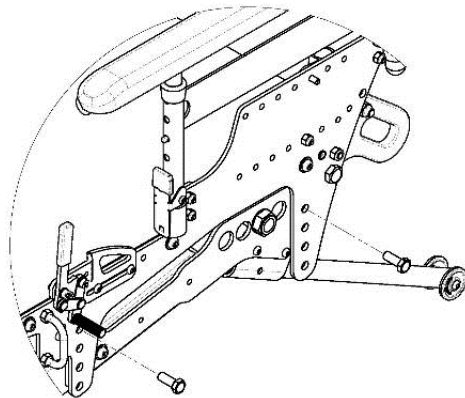

Abb. 18 Einstellen der Sitzhöhe – Montage von Schrauben.
1. Entfernen Sie die Schrauben und Muttern, die den oberen und unteren Rahmen verbinden (Abb. 18), mit Hilfe eines Ringgabelschlüssels.